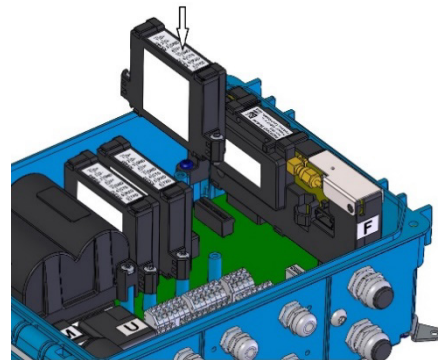

Abb. 50: Modul einsetzen
- Das Modul auf die Stifte setzen und vorsichtig in den Anschluss auf der Systemkarte drücken (vgl. Abb. 50). Die Schrauben anziehen. Das Modul kann nicht in einem falschen Steckplatz installiert werden. Wenn es Schwierigkeiten bereitet, das Modul hineinzustecken, keinesfalls mehr Kraft aufwenden, sondern die korrekte Position und Ausrichtung des Moduls kontrollieren.